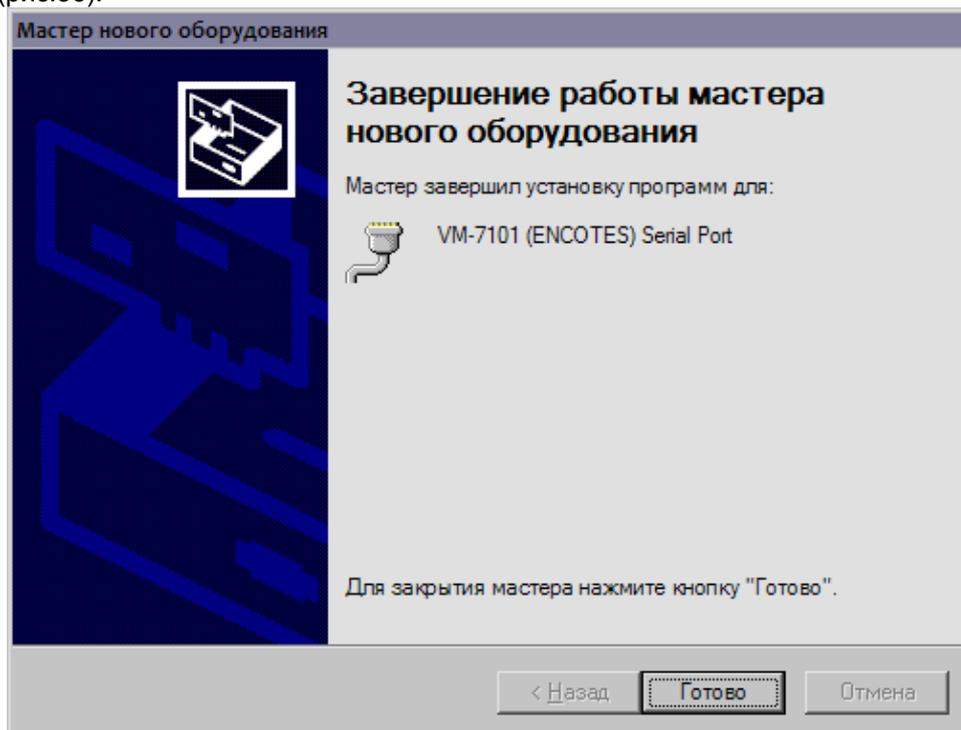

Рисунок 36 – Окно "Завершение работы мастера обнаружения нового оборудования"
13. Нажать кнопку **"Далее"**, появится окно завершения работы мастера обнаружения нового оборудования (рис.36).